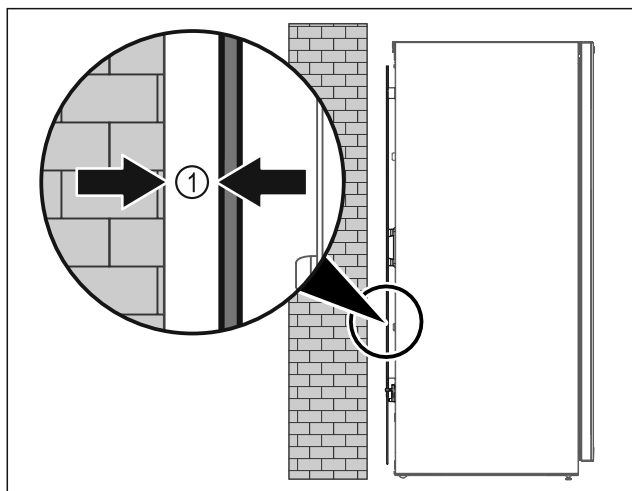

Fig. 8
- Apparaat ofwel vrij in de ruimte of direct tegen een wand met een minimumafstand van 5 mm Fig. 8 (1) opstellen.